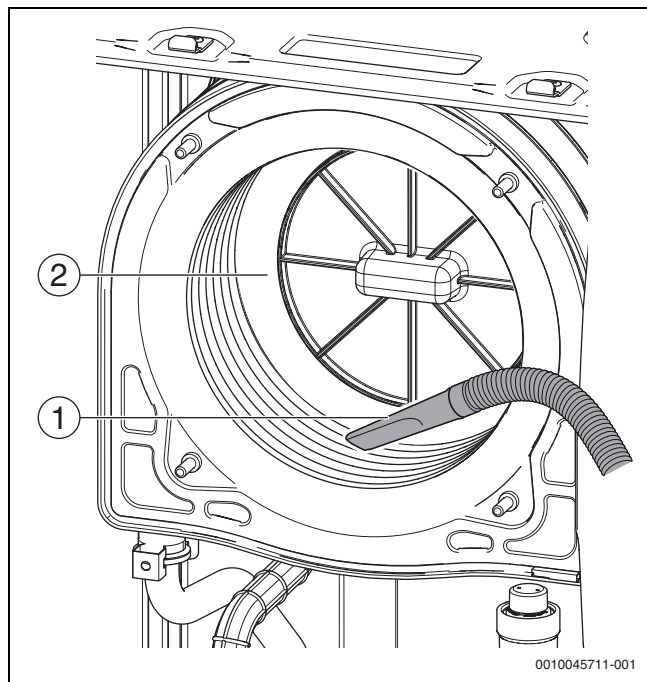

Fig. 49 Procédure d'aspiration
- Enlever les résidus restants avec un aspirateur (→ Figure 49, page 38).